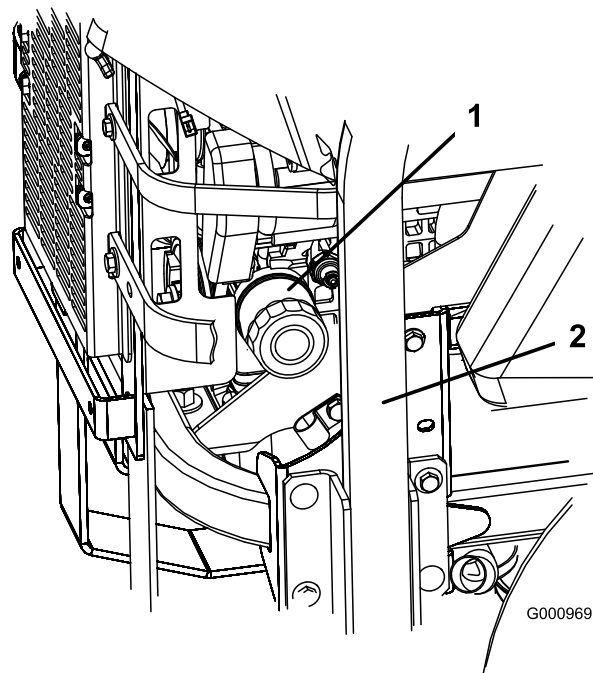
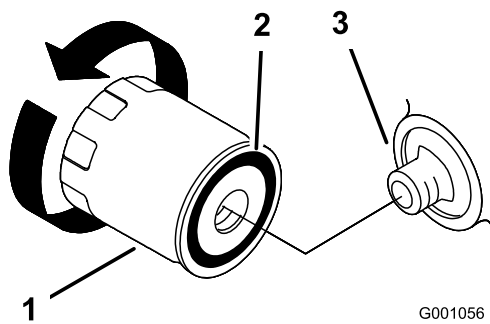

Bild 52
Bild 53
2. Drehen Sie den Ölfilter zum Entfernen nach links (**Bild 52** und **Bild 53**).